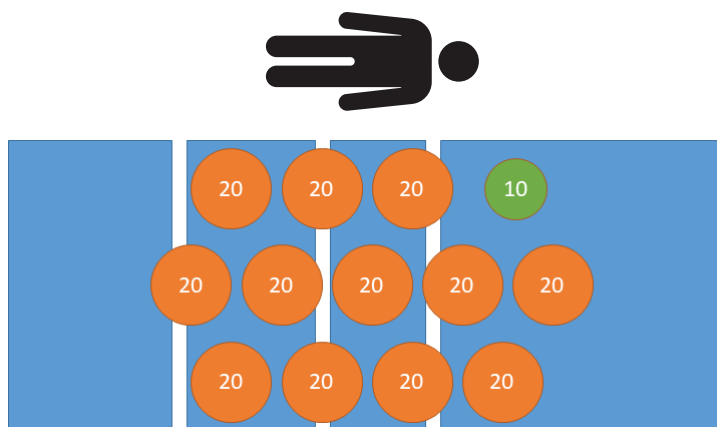

Rysunek 9 – Podpórka wydłużająca łóżka jest w pozycji zewnętrznej i zablokowanej
19. Wysunąć podpórkę wydłużającą do pozycji wyjściowej i zablokowanej. Złożyć siedzisko podpórki wydłużającej w kierunku podnóżka produktu (Rysunek 9).